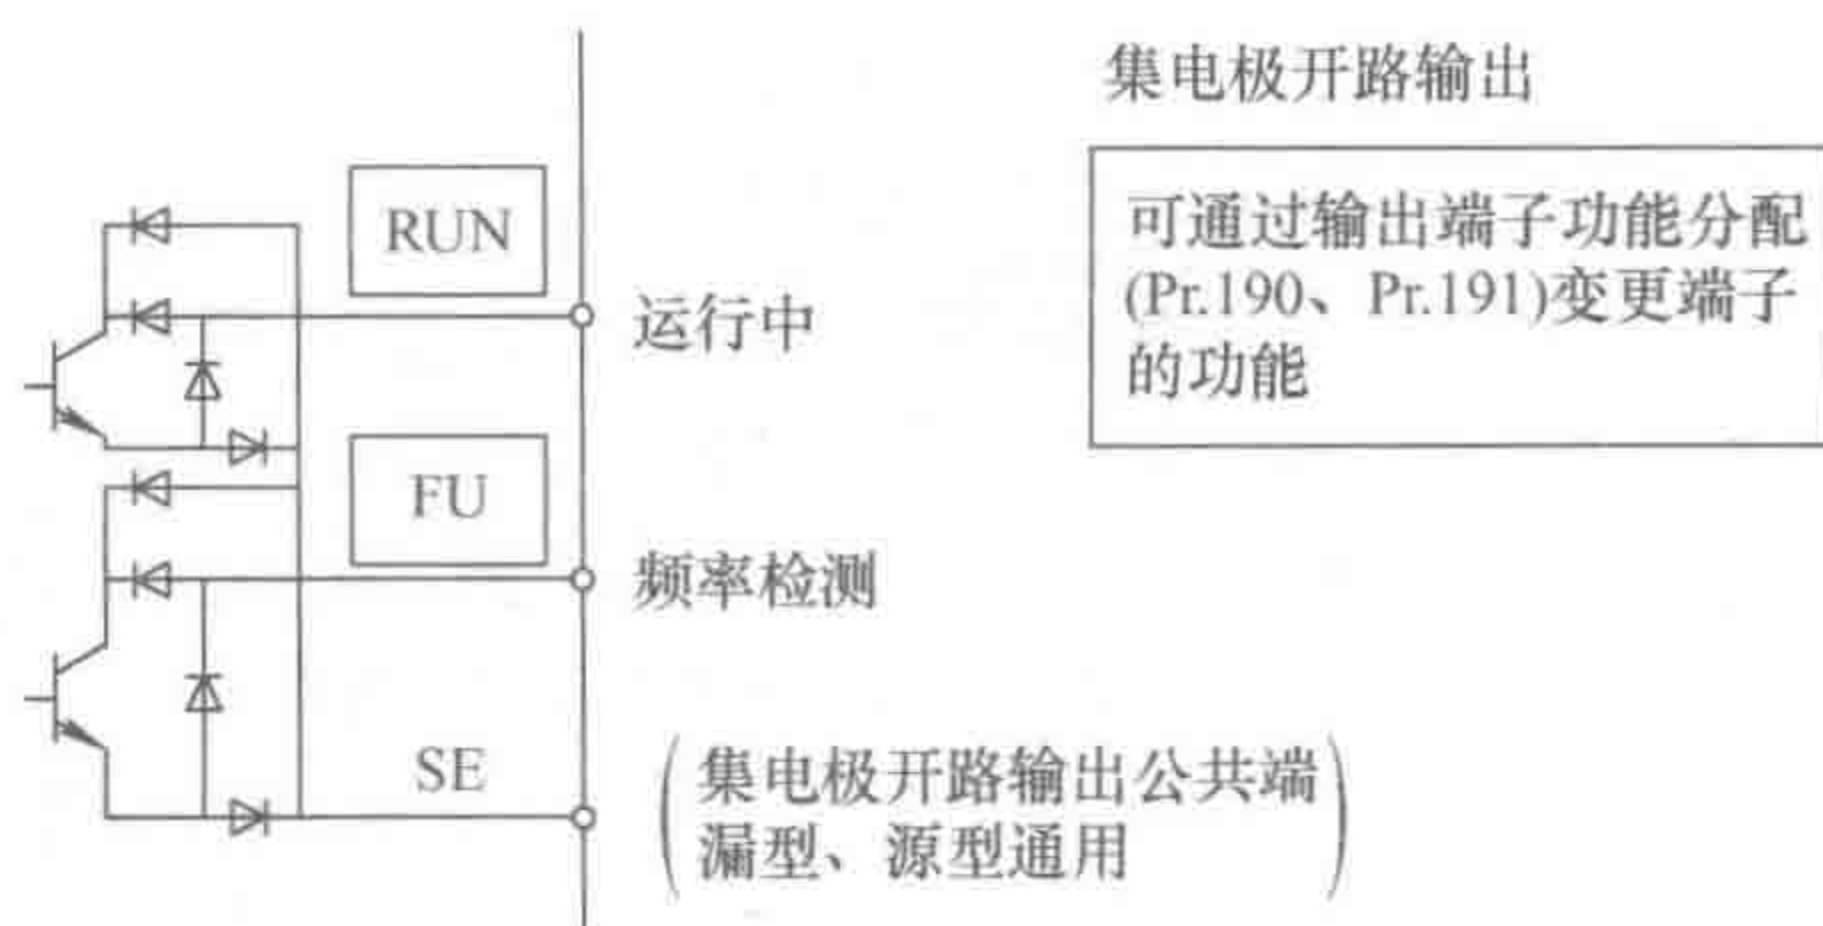

图1-10 变频器输出信号结构图
2) 控制回路输出信号端子简介。变频器的输出信号端子为晶体管结构。如变频器RUN、FU输出信号结构如图1-10所示, 端子SE是集电极开路输出信号的公共端。输出端子信号功能见表1-4。